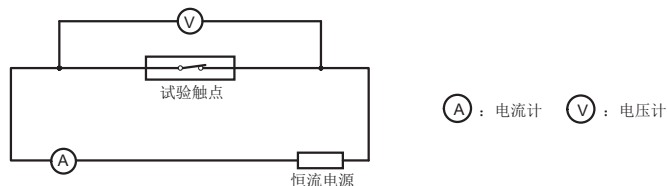

图 2
1.2 接触电阻：指接触的触点间电阻和与触点相连的簧片及引出端的导体电阻的总电阻。一般以“mΩ”表示，接触电阻的测定用图2的电压下降法进行，测试电流1A 6VDC。